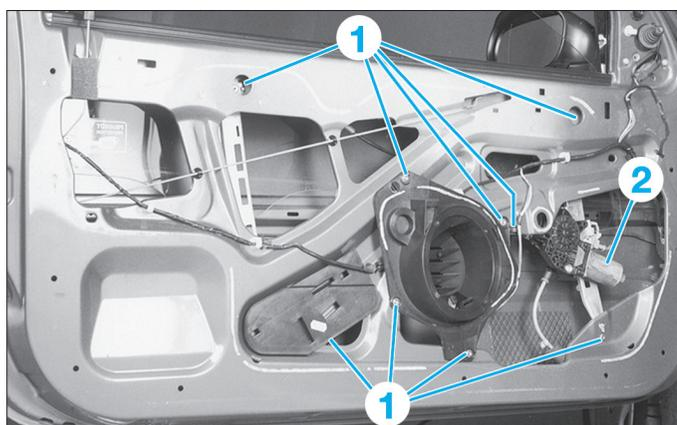

Fig. 31
- À l'aide d'une perceuse équipée d'un foret Ø 6,4 mm, percer les rivets (1) (Fig.31) afin de libérer le mécanisme (2).